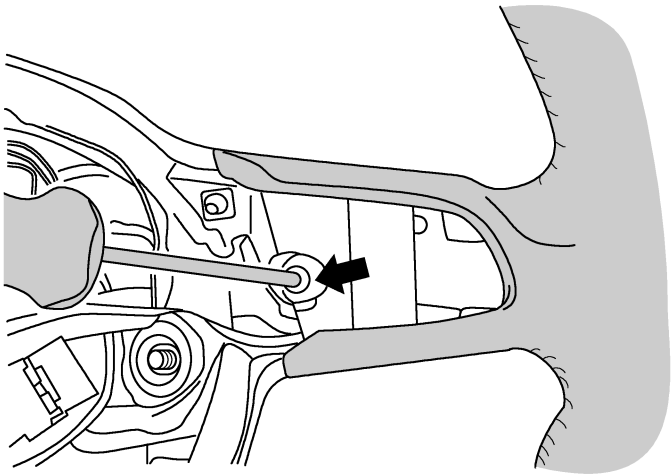

图 10-2-9 拆下 Tiptronic 开关
(5) 如图 10-2-9 所示，拧下箭头所示螺栓，向后拆下 Tiptronic 开关。